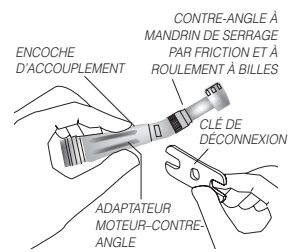

FIG. 3
- Installez la clé de déconnexion de l'angle, pièce Star n° 203048, fournie avec chaque Contre-angle, dans les indentations correspondantes du col de l'angle ; serrez fermement. (Fig.3)